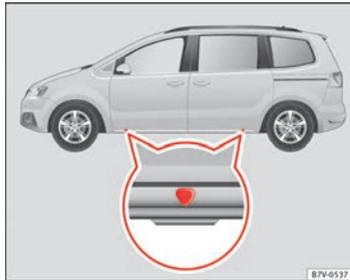

Abb. 185 Aufnahme-
Der Wagenheber darf nur an den gezeigten Aufnahmeplätzen (Markierungen in der Karosserie) angesetzt werden ⇒ Abb. 185. Die Markierung zeigt die Position der Aufnahmeplätze **unter** dem Fahrzeug an. Die Aufnahmeplätze befinden sich an Stegen, die **hinten** den vorderen Kanten liegen
5. Den Wagenheberaufnahme punkt ⇒ **Abb. 185** unter dem Fahrzeug suchen, der dem zu wechselnden Rad am nächsten liegt.